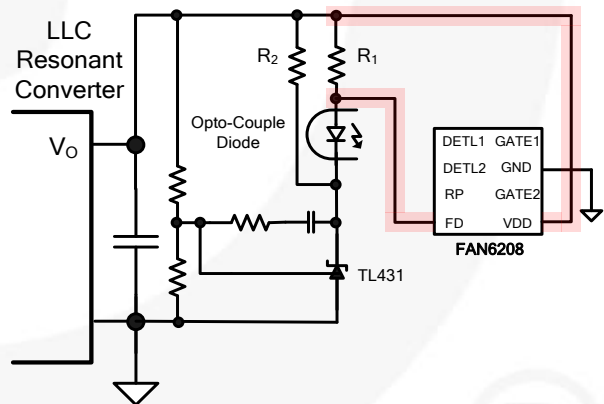
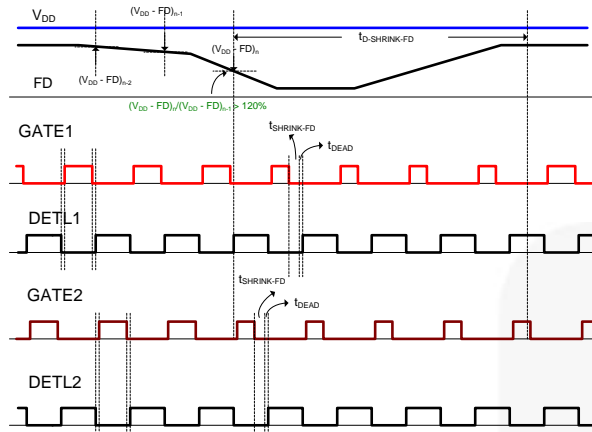
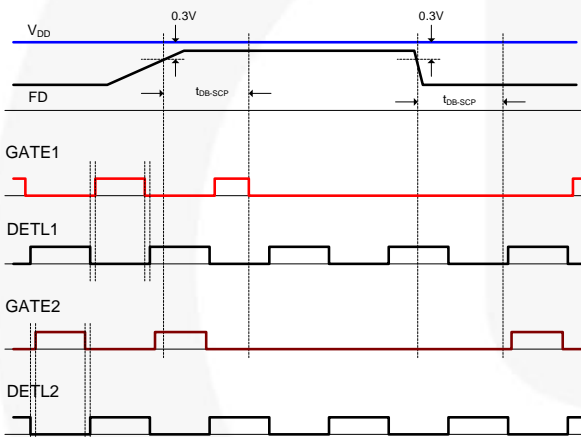

图 13. 典型应用电路
图 14. 反馈检测引起的栅极收缩
图 19. 由反馈检测引起的输出短路保护
- (b) 当反馈信息变化很快时。FAN6208 通过测量与光耦二极管串联的电阻两端的电压监控流过光耦二极管的电流，如图 13 所示。如果流过光耦二极管的反馈电流增加并超出前一开关周期中反馈电流的 20%，则 SR 栅极信号收缩 $t_{SHRINK-FD}$ ，大约为 1.4 μs ，此时 $t_{D-SHRINK-FD}$ 大约为 90 μs ，如图 14 所示。
如图 13 所示，FAN6208 通过测量与光耦二极管串联的电阻两端的电压监控流过光耦二极管的电流。当电源输出短路时，输出电压下降并且并联调节器 (KA431) 的阴极饱和至高电平。没有电流流过光耦二极管。当 V_{DD} 和 FD 之间的电压小于 $0.3\ \text{V}$ 时会触发输出短路保护，如图 19 所示。